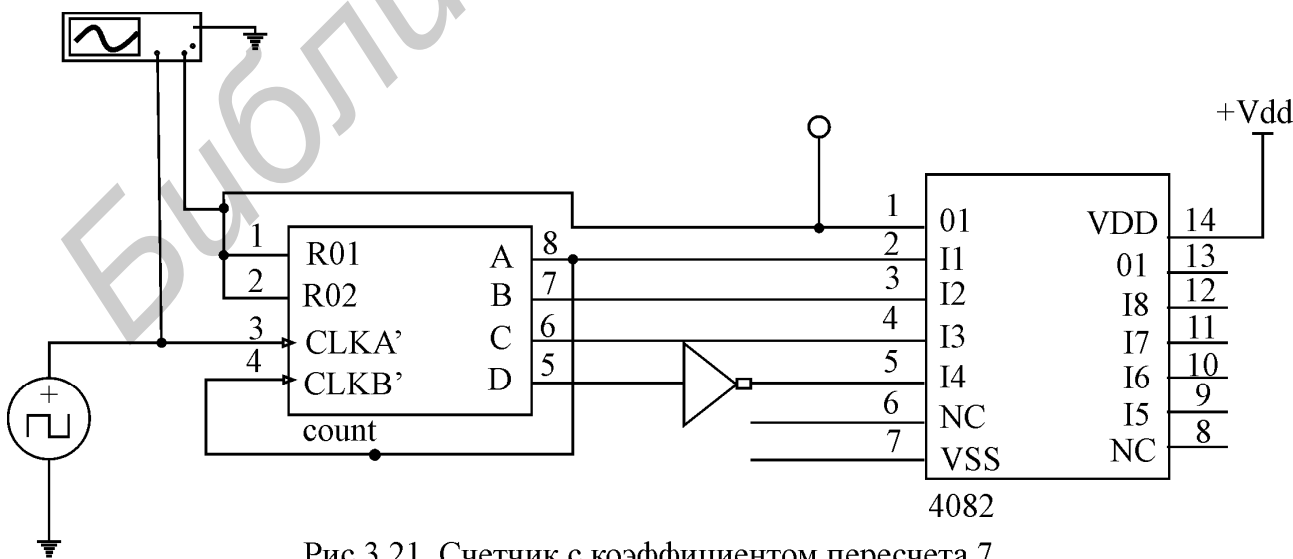

Рис.3.21. Счетчик с коэффициентом пересчета 7
9.1. Соберите схему, как показано на рис.3.21.